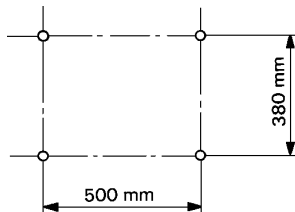

Fig. 13
- 1) Questo condensatore è provvisto di 4 fori per il montaggio e va fissato con altrettanti bulloni. Vedere la Fig. 13.